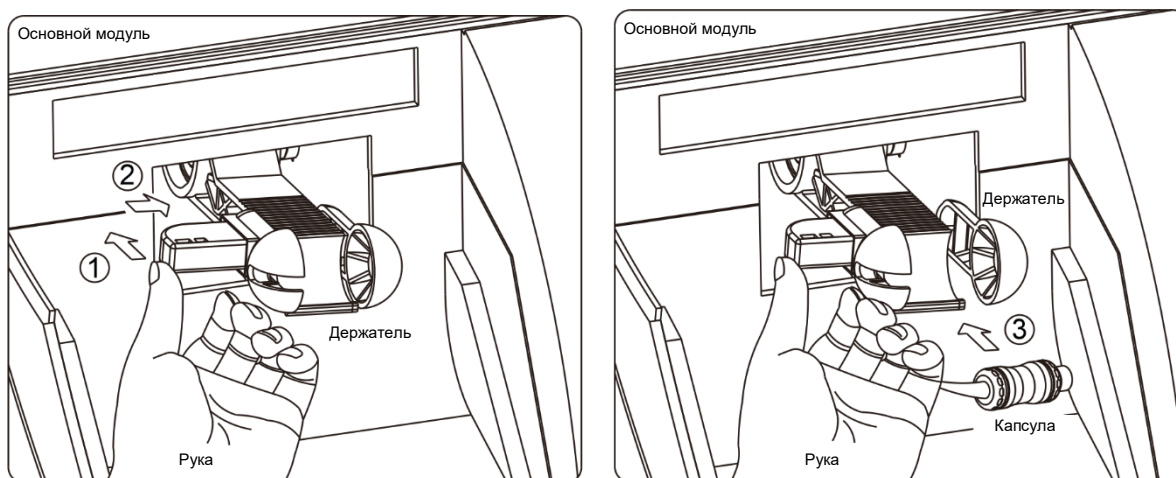

Рис. 3
- 4) Откройте прозрачную защитную крышку и зафиксируйте капсулу в держателе смесителя. Затем закройте крышку, как показано на рис. 3.